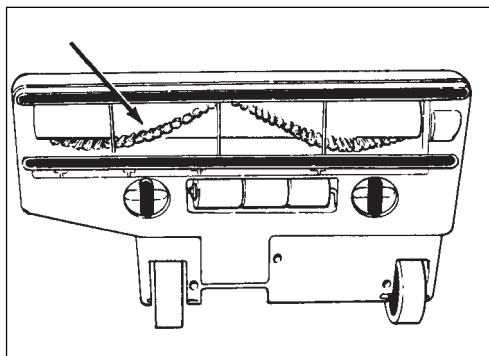

Figure18
3. Remove the brush assembly. See figure 18.
3. Déposez l'ensemble de la brosse. Voir figure 18.